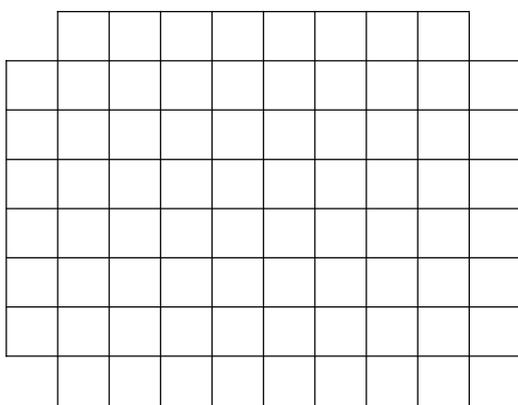
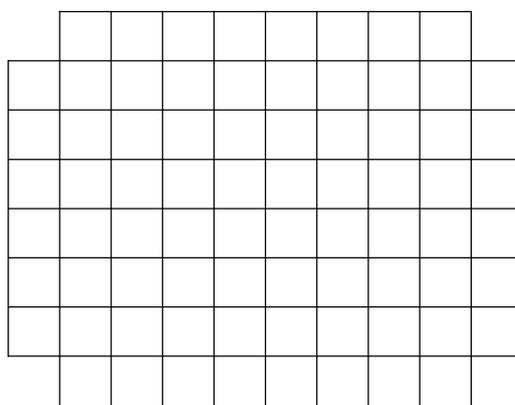

图 1-4 输入波形
图 1-5 输出波形
2、将示波器观察到的分压式偏置电路的输入波形与输出波形分别画在坐标图 1-4 和图 1-5 上，并标出坐标的单位。